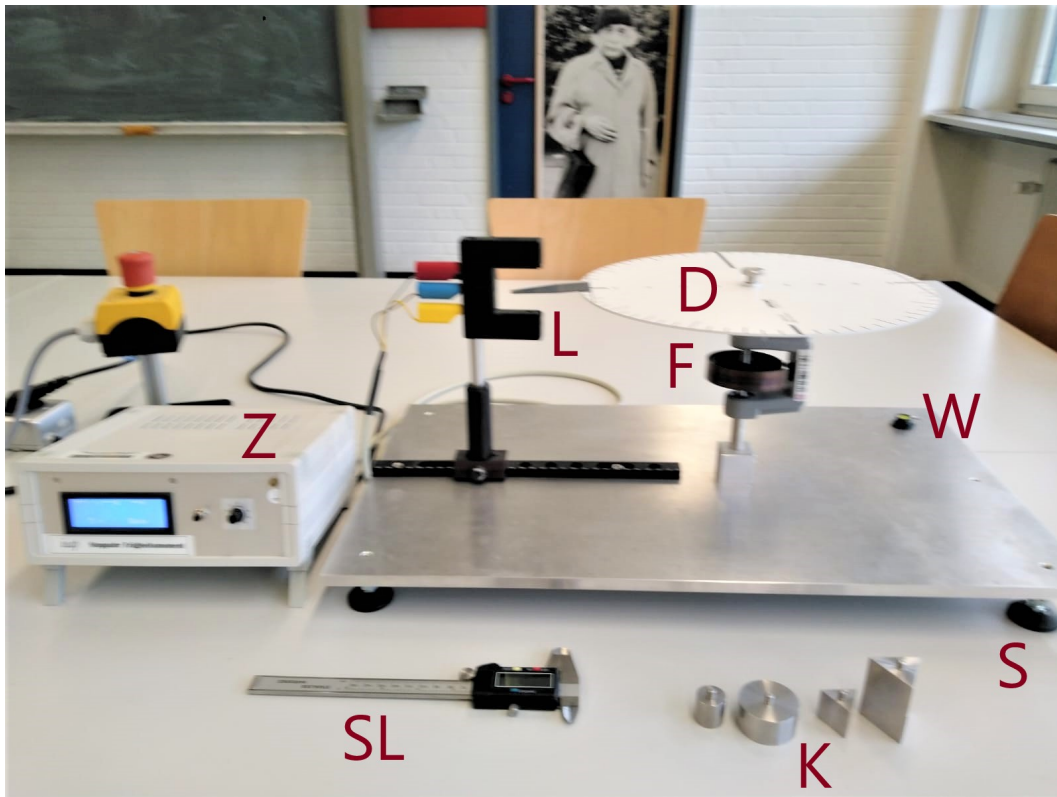

Abbildung 2: Drehtisch und Versuchsaufbau in unserem Labor.
Abb.2 zeigt und erklärt den kompletten Versuchsaufbau mit dem Drehtisch in unserem Labor.
Wenn der Körper aber nicht zentral, sondern im **Abstand  $R$  von der Drehachse** angebracht wird (Befestigungslöcher auf dem Drehtisch, Abb.2), wird
1. Prüfen Sie mit der Wasserwaage (Abb.2) die **waagerechte Lage** des Drehtisches.
3. Mit Hilfe der Waage und der Schieblehre (Abb.2) bestimmen Sie die **Massen** der Probekörper und die **Abstände** auf dem Drehtisch.
4. Berechnen Sie (nach (6)) das **Trägheitsmoment des zylindrischen Körpers**  $I_{Zyl0}$ , der für die Kalibrierung des Drehtisches verwendet werden soll.
5. Legen Sie den Zylinder in verschiedenen Abständen  $R$  von der Drehachse auf die Platte des Drehtisches und messen Sie die entsprechenden **Schwingungsdauern**  $T$  mit einer elektronische Stoppuhr (Zeitmessgerät **Z**, Abb.2).